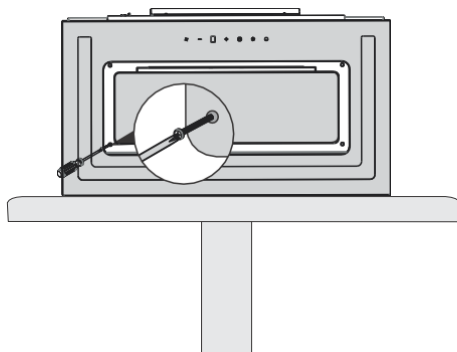

Fig. 11
3. ➔ Skruva loss hela glasrutan, skruvarna finns i varje hörn runt glasluckan. (Fig. 11)